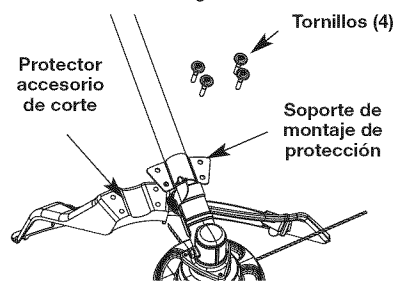

Fig. 5
1. Coloque el protector del cabezal de corte en el soporte de montaje de protección, asegurándose de alinear los orificios en el protector con los del soporte de montaje de protección. (Fig. 5)
3. Utilizando un destornillador de cabeza plana o T-20, apriete los tornillos hasta que el protector quede firme en su lugar. (Fig. 5)